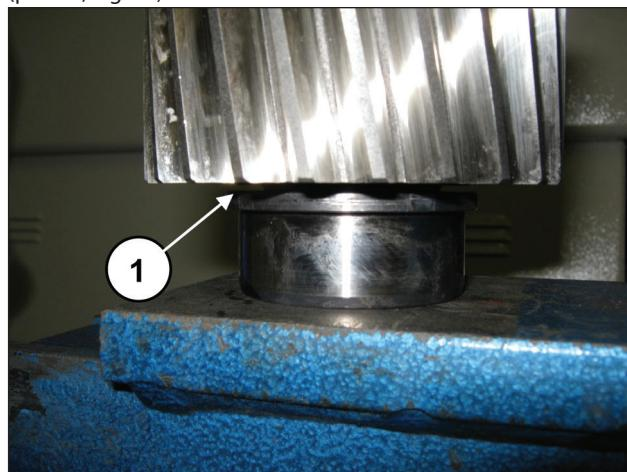

Fig. 82
Premontar en el piñón la anilla interna del cojinete 40x90x23 (pos. ①, Fig. 82) introduciéndolo a fondo.